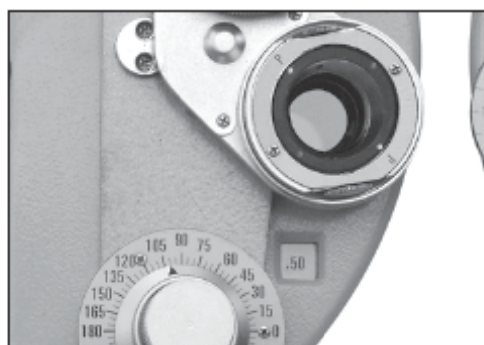

Figura 39
(7) Gire la lente nuevamente para hacer una comparación. Si el gráfico que se muestra en la figura 39 es el más claro, la potencia de dioptrías debe reducirse en 0.25D porque el punto blanco está posicionado en P. Si el punto rojo está posicionado en P, significa que la potencia de dioptrías aumenta en 0.25D, se agrega totalmente 0.5D.
(8) Gire la lente nuevamente para verificar el hallazgo. Si Testee informa que el gráfico en la configuración de la figura 39 es más claro, la potencia modificada correcta debe estar entre 0.25D y 0.5D. Por tanto, la potencia exacta debería ser -0.62D.